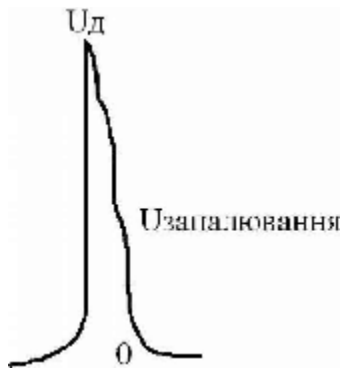

Рисунок 3.1- Розподіл падіння напруги у дузі
Падіння напруги в дуговому розряді між електродами відбувається в активних плямах - анодній і катодній та в стовпі дуги (рис. 3.1).
6.2 Побудувати графік падіння напруги в активних плямах та стовпі дуги (рис. 3.1).